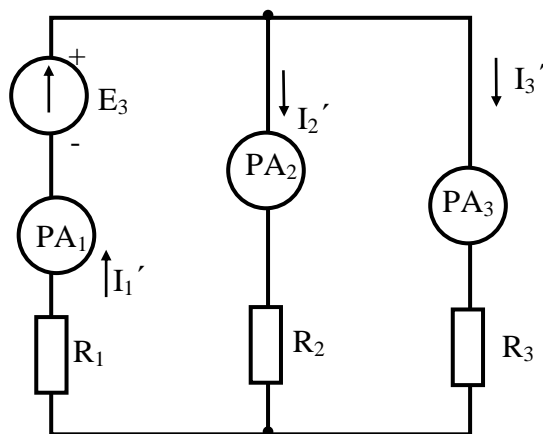

Рисунок 6.2 – Схема 2 для определения токов по методу наложения
5. Рисунок 6.2 – Схема 2 для определения токов по методу наложения.